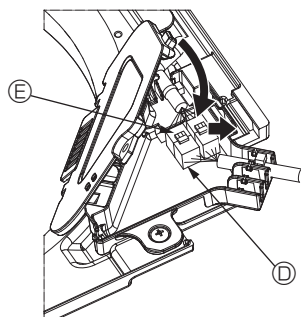

Fig. 5-10
- ③ Dopo avere inserito i cavi nella scatola dei connettori, chiudere il coperchio. Accertarsi che i cavi non rimangano impigliati. (Fig. 5-10)